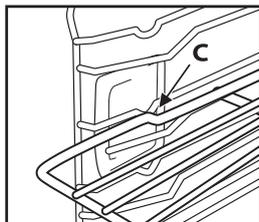

Fig. 3
3. Coloque a grelha na posição horizontal e empurre-a até estar completamente introduzida "C" (Fig. 3).